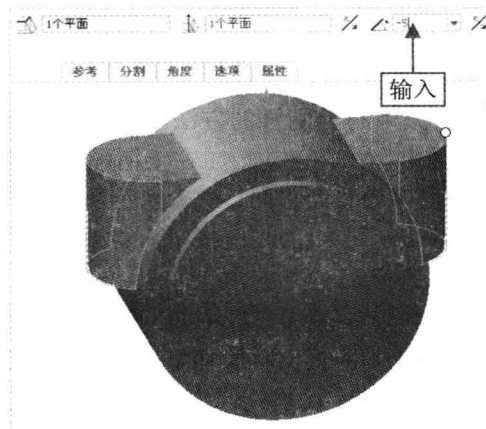

图 18-70 设置参数 1
Step 09 此时绘图区出现一个角度尺寸，在“拔模”选项卡的“角度 1”数值框中输入-5，如图 18-70 所示。